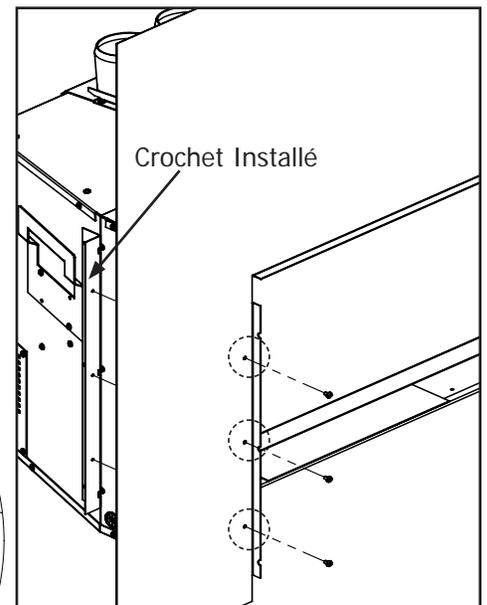

Figure 44: Sites d'installation de vis.
Le placement des bûches n'est pas arbitraire. S'ils ne sont pas positionnés correctement, les flammes peuvent être «pincé» et ne brûlera pas correctement. Tous les bûches ont soit un trou percé ou encoche pour rendre plus facile l'alignement. En utilisant les images fournies, placez les bûches en place (voir les Figures 44 à 50). **REMARQUE : Les bûches sont fragiles et doivent être manipulés avec soin.**
2. Installer le bûche arrière, comme illustré à la Figure 44, et positionner le à l'extrême droite. L'avant droit repose sur le support triangulaire lorsqu'il est installé correctement. Ensuite, remplissez le bac en avant avec le verre fourni. Garder quelques morceaux pour la fin de l'installation.